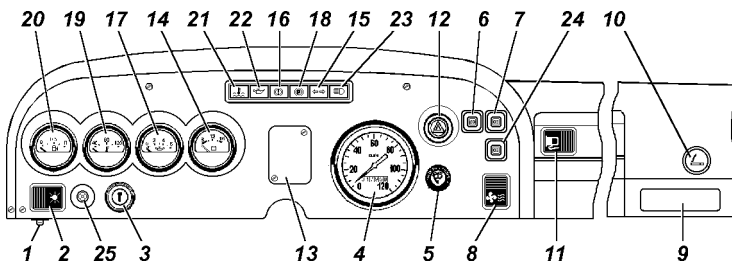

Рис. 3.4. Панель приборов автомобилей УАЗ-33036, УАЗ-39094, УАЗ-39095 (наименование позиций см. в тексте)
* Контрольные лампы включения дальнего света фар, аварийного давления масла и аварийного перегрева охлаждающей жидкости в радиаторе автомобилей УАЗ-33036, УАЗ-39094, УАЗ-39095 расположены в блоке контрольных ламп (поз. 23, 22, 21 рис. 3.4)